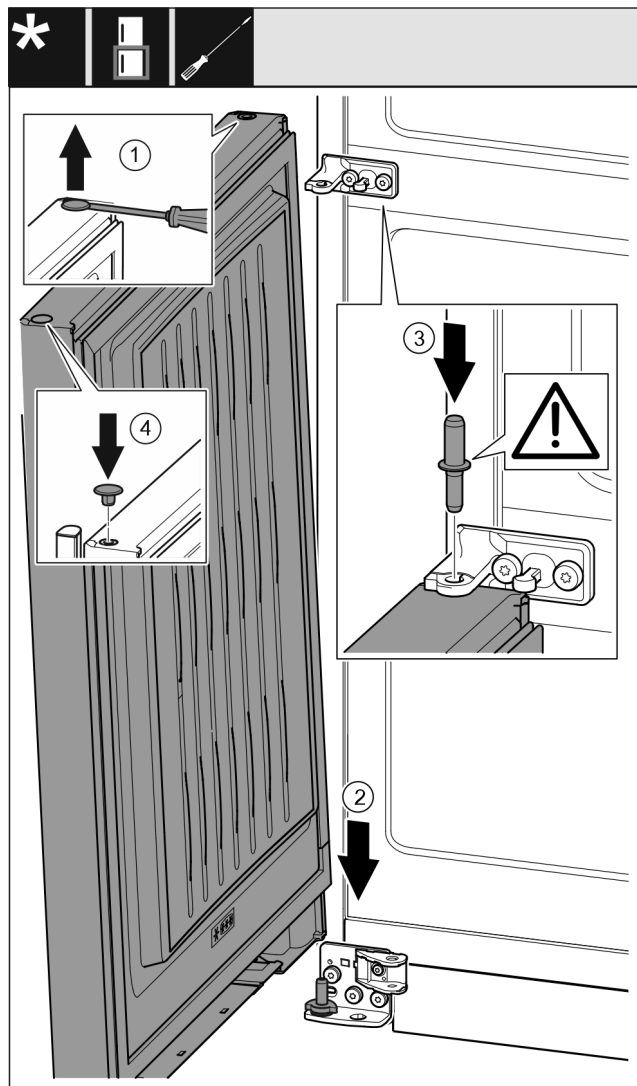

Fig. 41
- Con un cacciavite a testa a intaglio sollevare con cautela i tappi ed estrarli. Fig. 41 (1)
- Applicare la porta dall'alto sul perno di supporto inferiore. Fig. 41 (2)
- Inserire il perno di supporto centrale attraverso il blocco di supporto centrale nella porta inferiore. Fare attenzione che la camma di arresto sia rivolta verso il lato posteriore. Fig. 41 (3)
- Inserire nuovamente i tappi sull'altro lato della porta. Fig. 41 (4)